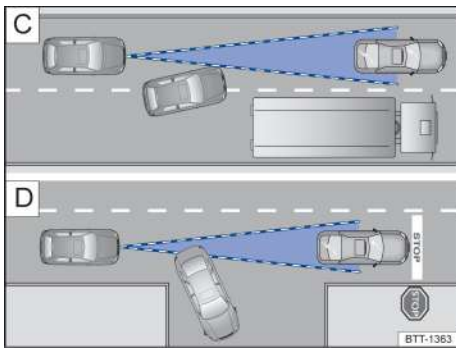

Рисунок 93. **C** Транспортные средства меняют полосу движения; **D** Поворачивающие и неподвижные автомобили
Если транспортное средство, обнаруженное АСС, поворачивает или покидает свою полосу движения, а перед ним находится неподвижное транспортное средство, АСС не будет реагировать на это неподвижное транспортное средство. → Рисунок 93 **D**.
- Перестроение транспортного средства с соседней полосы перед автомобилем на эту полосу → Рисунок 93 **C**.